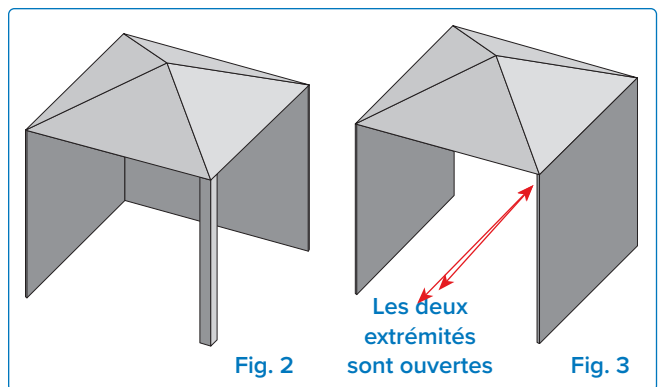

Fig. 2
- » Les parois peuvent être parallèles, comme dans le cas d'un parpaing, ou perpendiculaires l'une à l'autre. **(Fig 2 & Fig 3).**